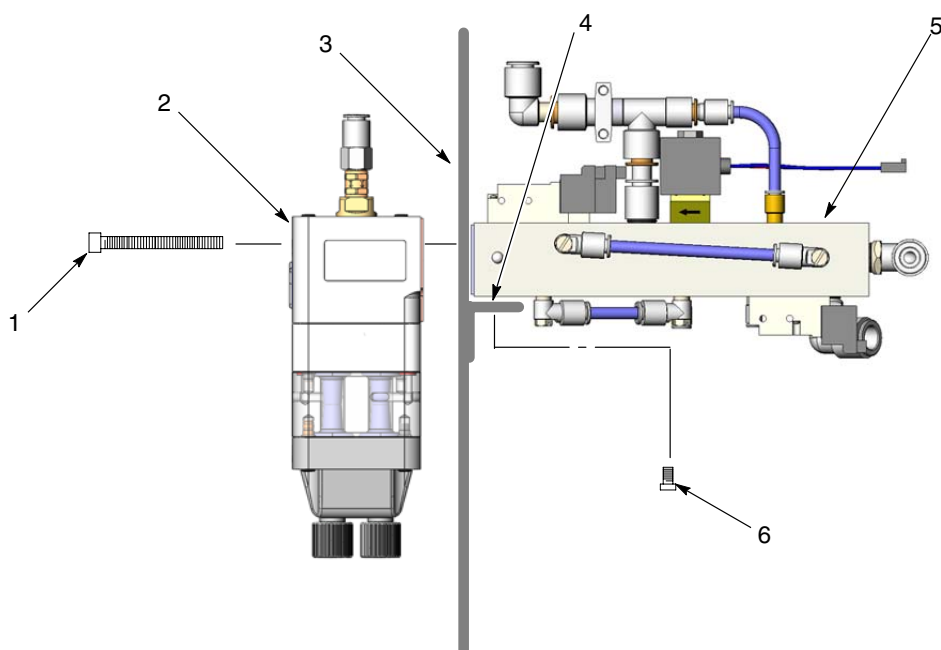

Figure 20 Installation de la pompe et du distributeur
1. Voir la figure 20. S'assurer que les joints sur la pompe (2) et le distributeur (5) ne sont pas endommagés. Remplacer les joints s'ils sont endommagés.
2. Placer le distributeur sur le support de montage approprié (4) contre la paroi (3) du tableau de pompe. Fixer le distributeur avec les vis de fixation (6), mais sans les serrer.
3. Fixer la pompe au tableau de pompe et au distributeur à l'aide des vis de fixation de la pompe (1). Serrer fermement les vis de fixation de la pompe.